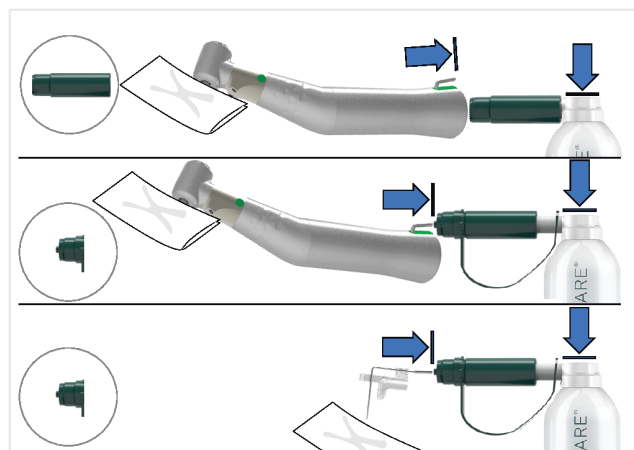

FIG. 5
2. Après avoir sélectionné la buse appropriée, effectuer le pré-nettoyage de l'appareil à l'aide du produit Aquacare. Pulvériser l'intérieur et l'extérieur de l'appareil ainsi que l'intérieur du tuyau d'irrigation (FIG. 5).